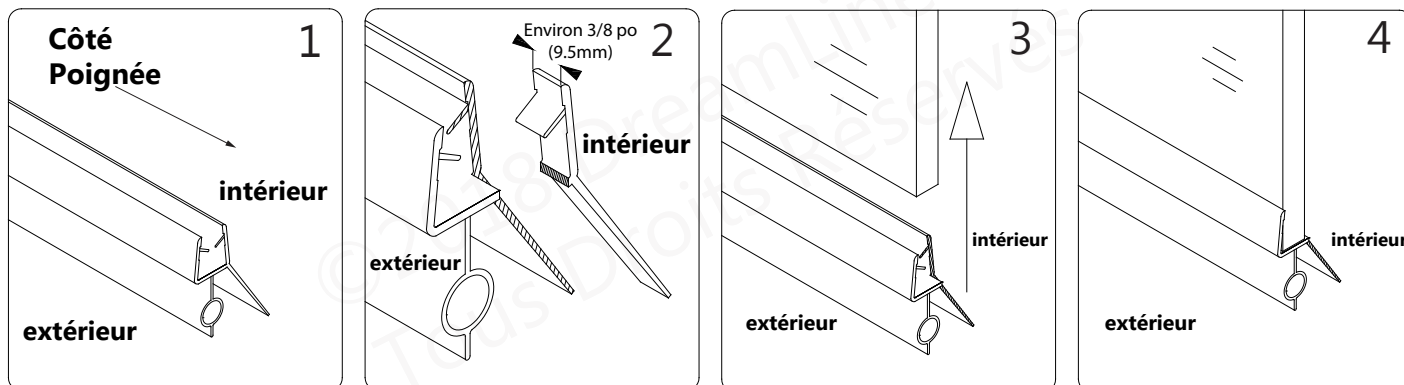

Fig 13
13. Mesurez la largeur au bas de la **Porte Vitrée (N° 02)** pour déterminer la largeur réelle de la vitre. À l'aide d'un couteau à lame rétractable, coupez le **Vinyle de Balayage (N° 13)** selon la largeur de la porte vitrée et faites une encoche d'environ **3/8 po (10mm)** sur la face intérieure du **Vinyle de Balayage (N° 14)**, comme l'indique la **Figure 13.2**. Appuyez fermement le **Vinyle de Balayage (N° 14)** sur la bordure inférieure de la **Porte Vitrée (N° 02)**. (**Fig 13**)